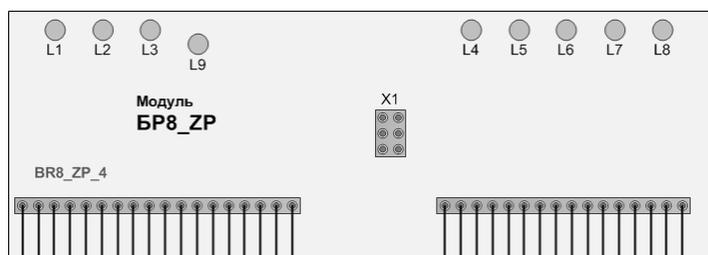

Рис.6.3. Схема платы БР8_ZP
6.8. Состояние линий, подключенных к входам БР8_ZP, можно определить по индикации на встроенных светодиодах «L1...L8» (рис.6.3): светится постоянно – линия исправна, не светится – линия оборвана. Светодиод L9 отражает работу самого модуля.